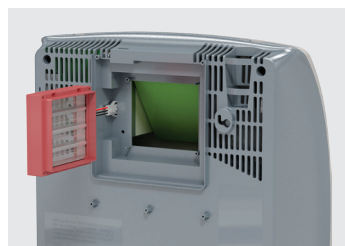

Рисунок 9
5. Подключите нагревательный элемент к разьему «мама» в приборе. Убедитесь, что соединение «мама-папа» надежно зафиксировано (рис. 9).